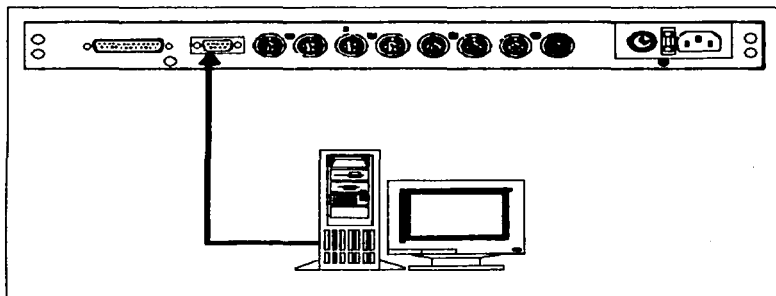

Figura 3.14 Conexión de la unidad de control con la computadora.
c) Conexión con una computadora. Para el puerto de comunicaciones COM 1 se enlaza la unidad de control con una computadora para supervisión de alarmas que se generen y sean activadas, en la unidad de control se tiene un conector DB-9 macho. En la figura 3.14 se observa la conexión.